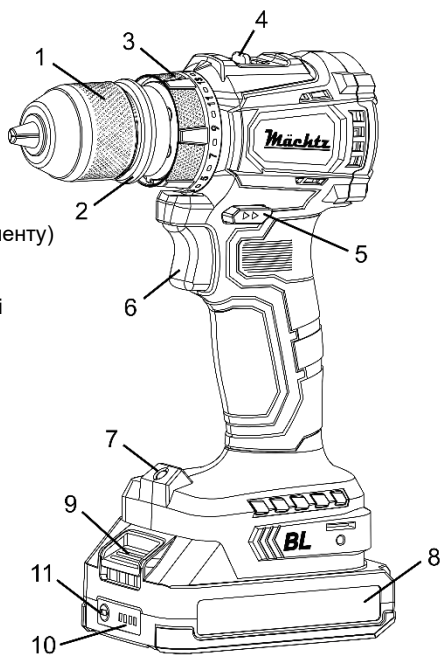
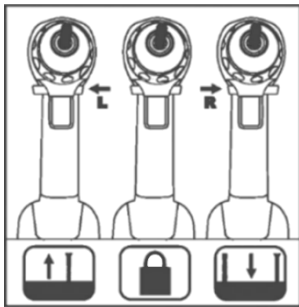
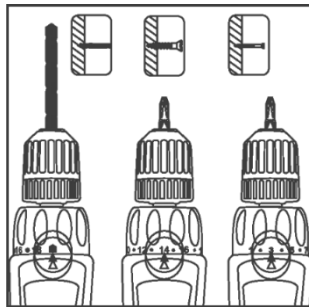

Рисунок 1
Рисунок 2
Рисунок 3
- щоб увімкнути виріб, натисніть на пускову клавішу (6, рисунок 1) з необхідним зусиллям;
4.3.1 Біта-викрутка з шестиграним тілом розміром 1/4 дюйма може бути встановлена як у швидкозатискний патрон (1, рисунок 1), так і безпосередньо в шестиграний посадковий отвір шпинделя, якщо патрон знятий, причому шурупверт стає більш компактним і зручним для робіт у важкодоступних місцях. Для встановлення біти у швидкозатискний патрон виконайте наступні дії:
- посуньте кільце фіксації патрона (2, рисунок 1) у бік його передньої частини й одночасно потягніть сам патрон, щоб зняти його зі шпинделя;
- при встановленні патрона обов'язково простежте, щоб кільце фіксації (2, рисунок 1) як слід замкнулося, надійно зафіксувавши патрон на шпинделі шурупверта.
4.3.2 Перемістіть повзунок механічного перемикача (4, рисунок 1) до упору в положення «1» для вибору швидкісного діапазону 0-450 об/хв.
4.3.3 Виберіть необхідний напрям обертання шпинделя залежно від характеру виконуваної операції, перемістивши перемикач реверсу (5, рисунок 1) в потрібне положення натисканням до упору кнопки з відповідним символом з правого або лівого боку корпусу виробу (дивіться рисунок 2).
4.3.4 Встановіть необхідний крутний момент, сумістивши вибране значення на кільці регулятора крутного моменту (3, рисунок 1) зі стрілкою на верхній частині корпусу шурупверта (дивіться рисунок 3).
4.4.1 Встановіть свердло необхідного діаметра у швидкозатискний патрон (1, рисунок 1). Для цього:
У разі, якщо патрон зі встановленим свердлом знятий зі шпинделя, встановіть його на місце (біту зі шпинделя можна не виймати). При цьому обов'язково простежте, щоб кільце фіксації (2, рисунок 1) як слід замкнулося, надійно зафіксувавши патрон на шпинделі шурупверта.
4.4.2 Перемістіть повзунок механічного перемикача (4, рисунок 1) до упору в положення «2» для вибору швидкісного діапазону 0-1500 об/хв.
4.4.3 Виберіть правильний напрямок обертання шпинделя для операції свердління, перемістивши перемикач реверсу (5, рисунок 1) в потрібне положення натисканням до упору кнопки з відповідним символом з правого боку корпусу виробу (дивіться рисунок 2).
4.4.4 Встановіть максимальний крутний момент без прослизання торсійної муфти (без спрацьовування «тріскачки»), сумістивши значок «свердло» на кільці регулятора крутного моменту (3, рисунок 1) зі стрілкою на верхній частині корпусу шурупверта (дивіться рисунок 3).